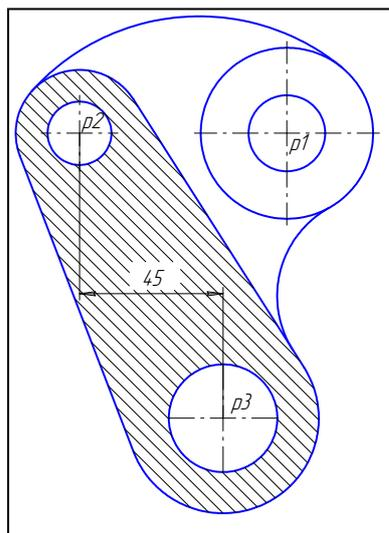

Рис. 73
20. Проставьте размер 45 (рис. 73).
21. Включите кнопку **Штриховка** на странице Геометрические построения. В строке Параметров задайте шаг 3 мм и угол штриховки  $45^\circ$  в соответствующих полях. С помощью кнопки **Ручное рисование границ** на Панели специального управления создайте границу вокруг размерного текста. Щелчком на кнопке **Создать объект** на Панели специального управления создайте границу и укажите курсором точку внутри области штриховки. Щелчком на кнопке **Создать объект** завершите создание штриховки. Результат показан на рис. 73.